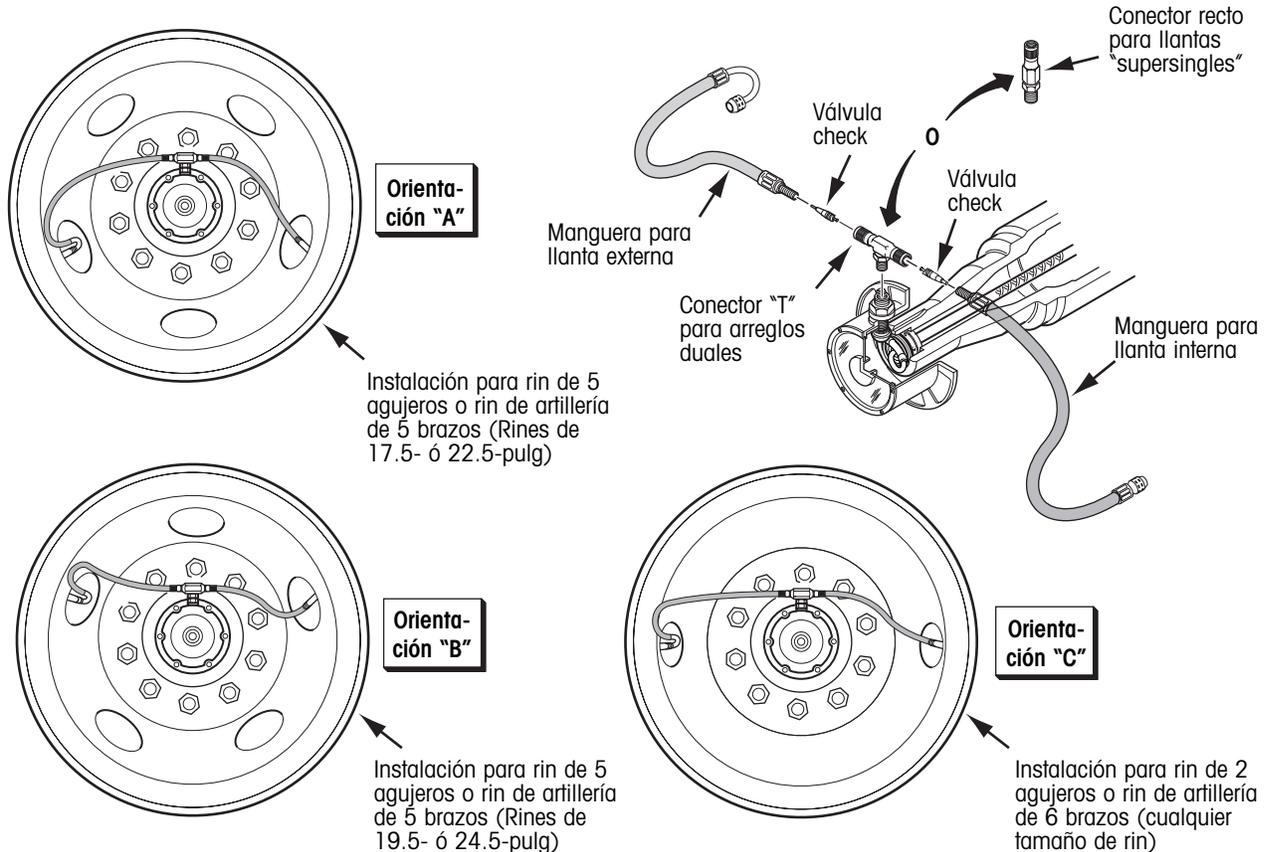

Figura 21. Instalación de conector "T" y mangueras para llantas
1. Oriente la tapa de la maza y la llanta de tal forma que las mangueras no se estiren o rocen en el rin. Consulte la figura 21 y la tabla en esta página.
El rin debe estar debidamente orientado en relación a la tapa de la maza para prevenir que las mangueras rocen en el rin (figura 21). Si no se logra esto, pueden ocurrir fallas en las mangueras.
2. Instale el conector "T" en el adaptador de la junta rotativa y apriete a mano. Posteriormente use una llave para apretar un cuarto de vuelta más (figura 21).